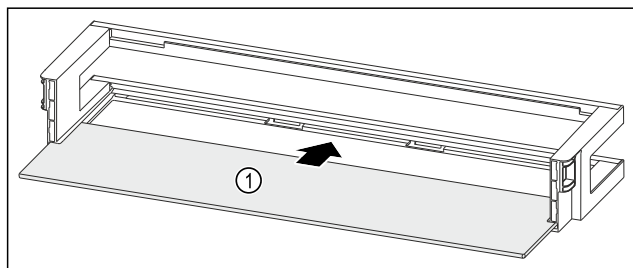

Fig. 182 Дверная полка со съемной полкой
- ▶ Вдвиньте съемную полку Fig. 182 (1) в боковые пазы.